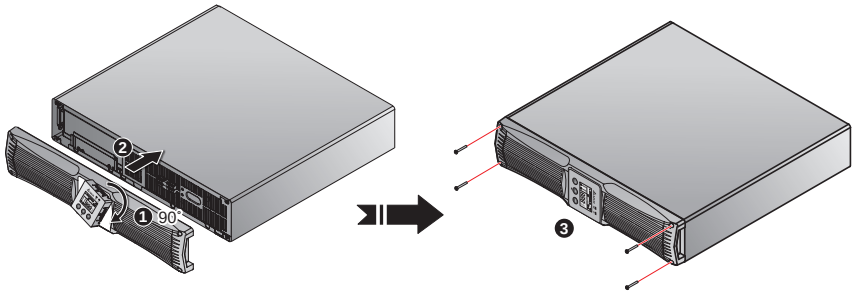

Figure 3-7 : 조작 패널의 회전 (90° 시계 방향), 재설치 및 전면 플라스틱 패널의 교체
- 3 조작 패널을 시계 방향으로 90° 돌리고 전면 플라스틱 패널로 다시 장착합니다. 전면 플라스틱 패널을 교체한 후 4개의 나사를 확고하게 조여줍니다. *Figure 3-7* 참조.